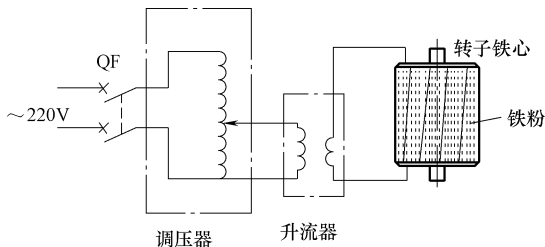

图 2-42 铁粉法检查笼形转子断条
3) 铁粉法 如图 2-42 所示，在转子两端环通入  $100 \sim 200\text{A}$  大电流，使转子周围产生磁场，然后在转子上均匀地撒些铁粉，根据铁粉的分布情况，就能准确地找到断条的具体位置。若某处没有铁粉或铁粉较稀薄，说明该处断条，为了准确起见，可做上记号，切断电源，把铁粉收起，重新再试一次。